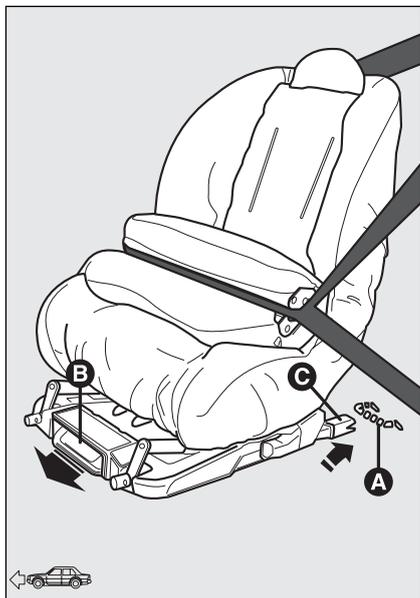

fig. 17
- assicurarsi che la leva di sgancio **B-fig. 17** sia in posizione di riposo (rientrata);